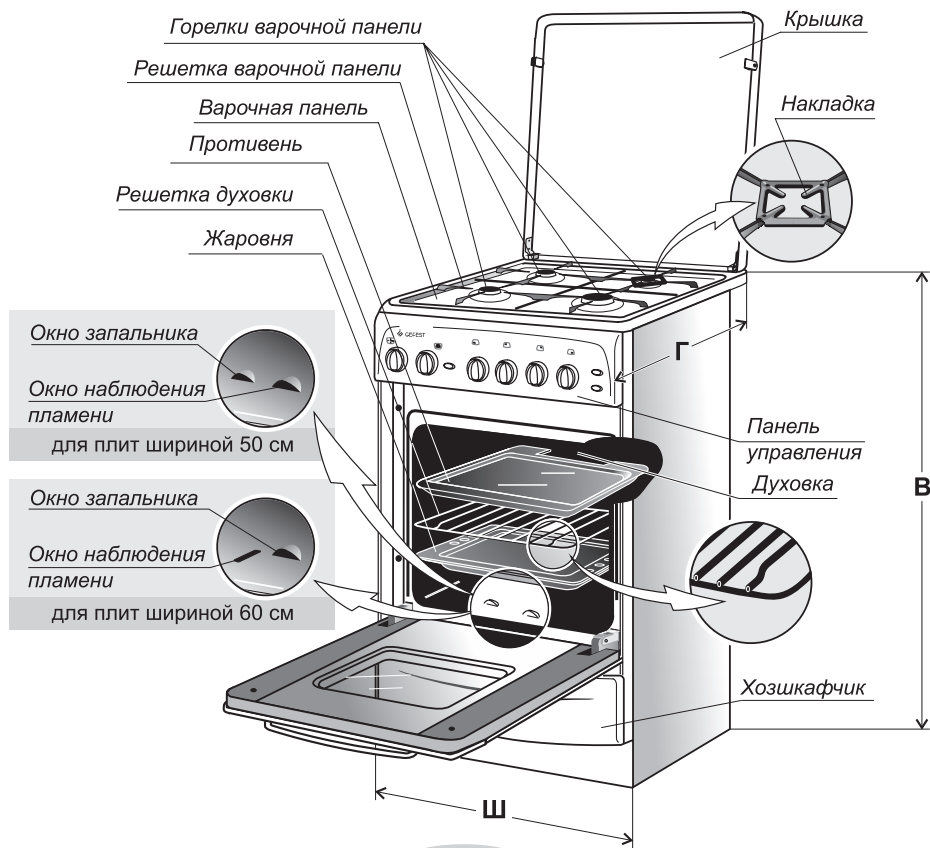

Рис.1
- (см. рис. 1) для плит мод. 3200-08; 3200-06 К35, К36, К85, К86 - 500х530х850